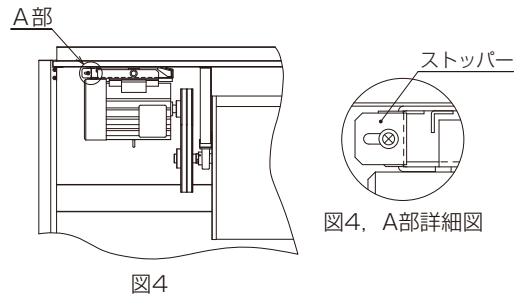

図4. A部詳細図
- ④電動機ベースを手前側にスライドさせてください。
- ⑤電動機ベースストッパー固定ネジを緩め、図4のようにしてください。